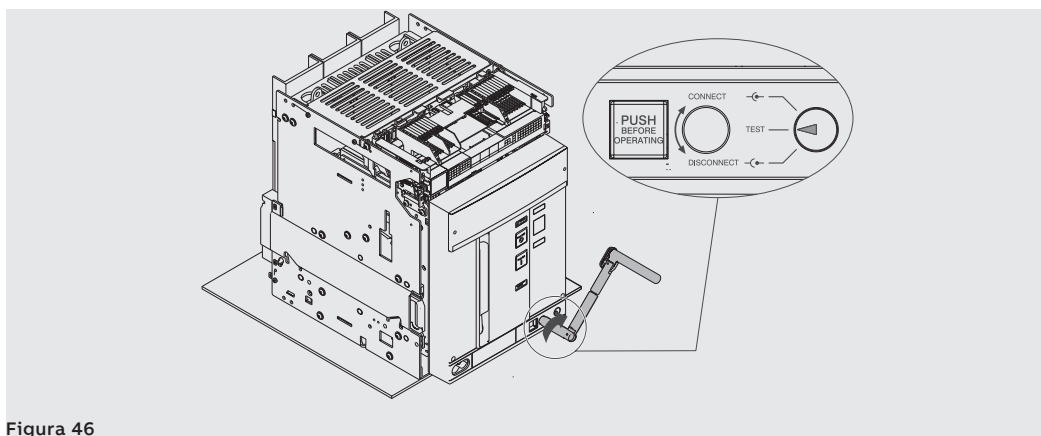

Figura 46
10. Girar la manivela en sentido horario hasta que salga el pulsador y el indicador señale que el interruptor está en posición **TEST**. Véase Figura 46.